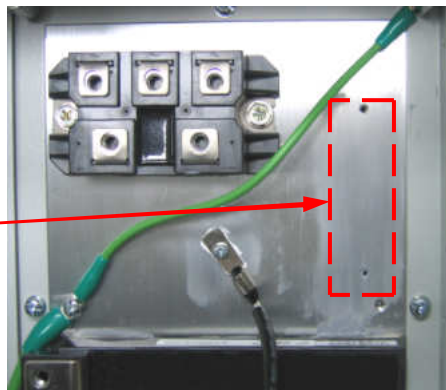

Рис.7.8
- 7.5.1. Протереть, бумажной салфеткой, смоченной СБС, место установки на радиаторе ПЧ **резистора предзаряда** (рис.7.8).